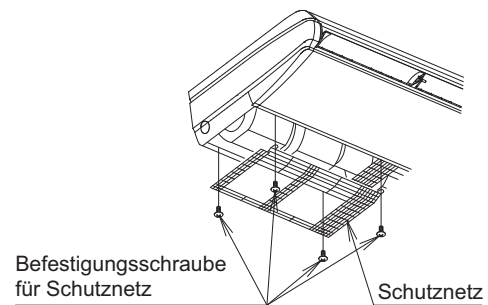
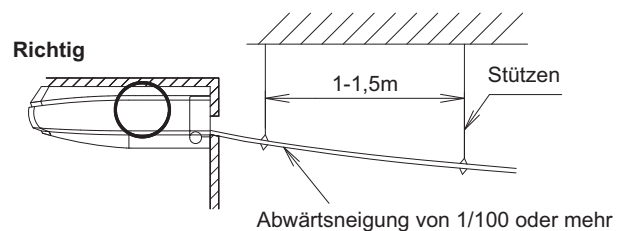
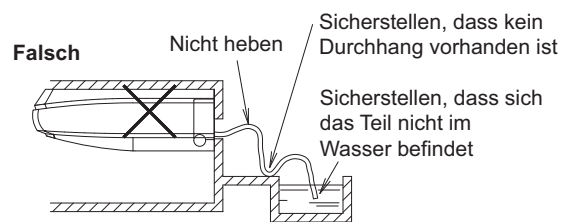

Abb. 21
Abb. 22
Abb. 23
- Beim Verlegen der Leitungen von links hinten/links nehmen Sie das Schutznetz ab. Entfernen Sie dann die Kappe des Ablaufstutzens und das Isoliermaterial vom linken Ablaufstutzen und setzen Sie diese am rechten Ablaufstutzen ein. Setzen Sie dabei die Kappe des Ablaufstutzens ganz ein, damit kein Wasser austreten kann. Befestigen Sie nach der Installation des Ablaufschlauchs (1) (Zubehör) das Schutznetz in der umgekehrten Reihenfolge wie beim Entfernen. (Siehe Abb. 21)
- Wählen Sie den Rohrleitungsdurchmesser gleich oder größer als den des Ablaufschlauchs (1) (Zubehör) (Rohrleitung aus Polyvinylchlorid, Nenndurchmesser 20 mm, Außendurchmesser 26 mm).
- Installieren Sie die Ablaufleitungen so kurz wie möglich mit einer Abwärtsneigung von 1/100 oder mehr, um Lufteinschluss zu vermeiden. (Siehe Abb. 22 und Abb. 23) (Das kann ungewöhnliche, zum Beispiel blubbernde Geräusche verursachen.)
- Installieren Sie Stützen im Abstand von 1 bis 1,5 m, damit sich die Rohrleitungen nicht verbiegen. (Siehe Abb. 22)